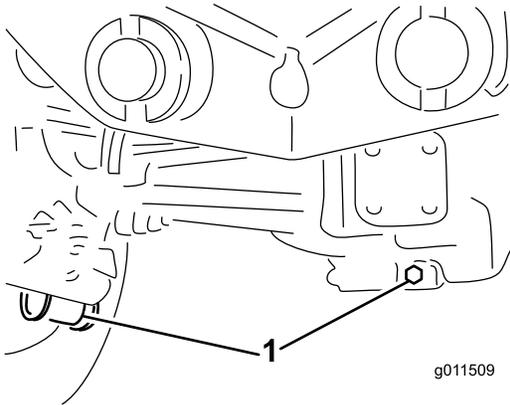

Рисунок 69
- Очистите область вокруг трех сливных пробок, по одной на каждом конце и одной в центре (Рисунок 69).